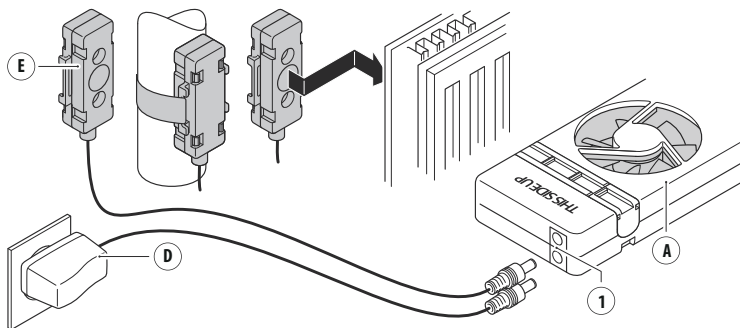

Fig. 3: Conexión del adaptador de alimentación (D) y del sensor de temperatura (E).
- Conecte el cable del **sensor de temperatura** (E) a uno de los **conectores hembra** (1) del **SpeedComfort** (A).
- Fije el **sensor de temperatura** (E) con sus imanes ajustables (B) en la parte posterior del radiador, cerca de la tubería de suministro de agua caliente, o en la propia tubería (véase fig. 3). Ajuste las guías magnéticas al ancho correcto.
5. Conecte el **adaptador de alimentación (D)** al **conector hembra restante (1)** y a la toma de corriente (véase fig. 3).